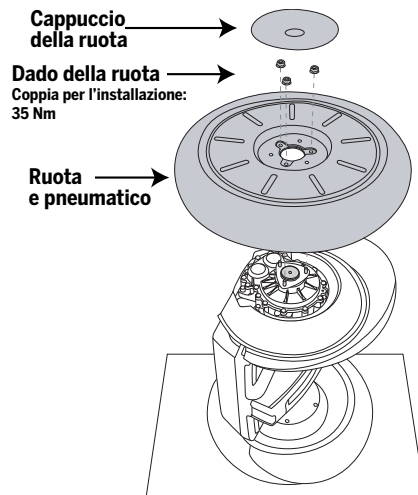
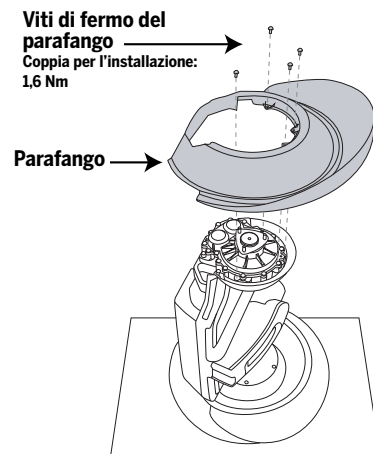

Figura 1. Rimozione o installazione dell'insieme ruota/pneumatico
Figura 2. Rimozione o installazione del parafango
2. Inclinare il Segway PT sul fianco con il parafango da rimuovere in alto e l'altra ruota adagiata su una superficie pulita e liscia. Vedere la Figura 1.
4. Trattenere la ruota per impedirne la rotazione e togliere i (3) dadi con una chiave ad esagono incassato da 13 mm. I (3) dadi rimossi saranno necessari per reinstallare la ruota.
6. Per togliere il parafango, con una chiave T20 a sei lobi rimuovere le (4) viti che fissano il parafango al blocco di trasmissione. Sollevare il parafango. Vedere la Figura 2.
7. Per installare il nuovo parafango, allinearli ai fori sul blocco di trasmissione. Vedere la Figura 2.
8. Serrare le (4) viti di fermo da 11 mm (incluse a questo kit) sul parafango e sul blocco di trasmissione. Utilizzare una chiave T20 a sei lobi ad una coppia di 1,6 Nm.
9. Per sostituire la ruota, infilare l'insieme ruota/pneumatico sui 3 puntali filettati. Vedere la Figura 1.
10. Trattenere la ruota per impedirne la rotazione e serrare i (3) dadi della ruota. Utilizzare una chiave ad esagono incassato da 13 mm ad una coppia di 35 Nm.